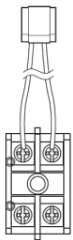

Fig.1
- ① Găsiți kitul cu blocul de conexiuni al încălzitorului de rezervă (Fig. 1).
- ② Montați kitul cu blocul de conexiuni pe unitate cu ajutorul unui șurub.